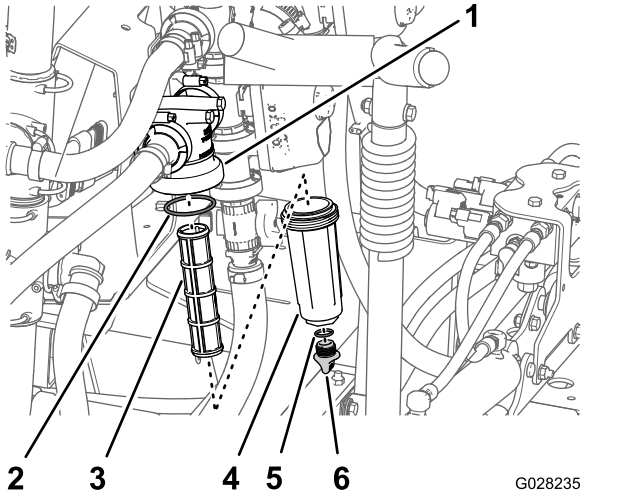

Bild 82
2. Stellen Sie eine Auffangwanne unter den Druckfilter (Bild 82).
3. Drehen Sie die Ablassschraube nach links und nehmen sie von der Glocke des Druckfilters ab (Bild 82).
4. Drehen Sie die Glocke nach links und nehmen den Filterkopf ab (Bild 82).
5. Entfernen Sie den alten Druckfiltereinsatz (Bild 82).
6. Überprüfen Sie den O-Ring für die Ablassschraube (in der Glocke) und den O-Ring für die Glocke (im Filterkopf) auf Beschädigungen und Abnutzung (Bild 82).
7. Setzen Sie den neuen Druckfiltereinsatz in den Filterkopf ein (Bild 82).
8. Befestigen Sie die Glocke am Filterkopf und ziehen sie mit der Hand an (Bild 82).
9. Setzen Sie die Schraube in den Filterkopf ein und ziehen sie mit der Hand an (Bild 82).